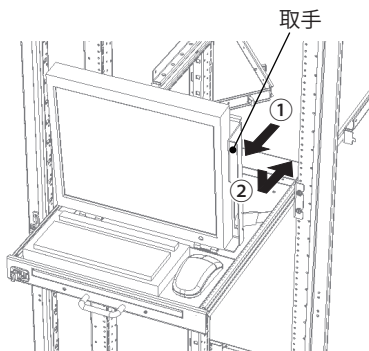

図 15
1. 2段階のロック機構があります。ロックを解除するため、ディスプレイ収納台を1度手前に引いて、奥へ倒してください。(図 15)